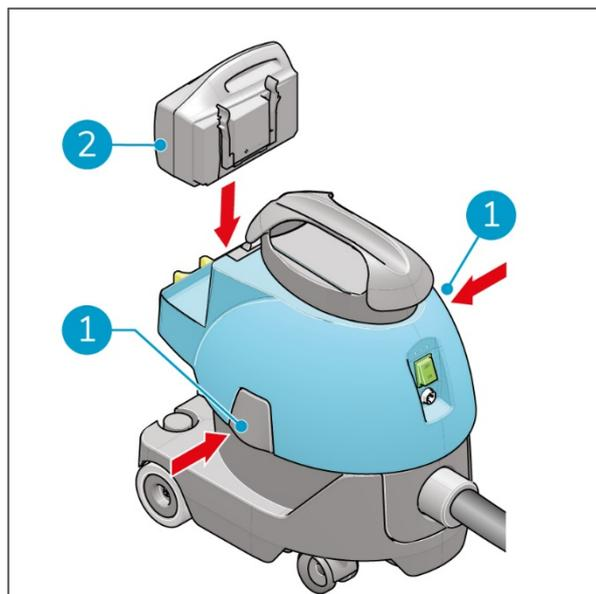

Figure 15
16. Fermez les loquets (Figure 15, pos. 1).
17. Remplacez la batterie (Figure 15, pos. 2).